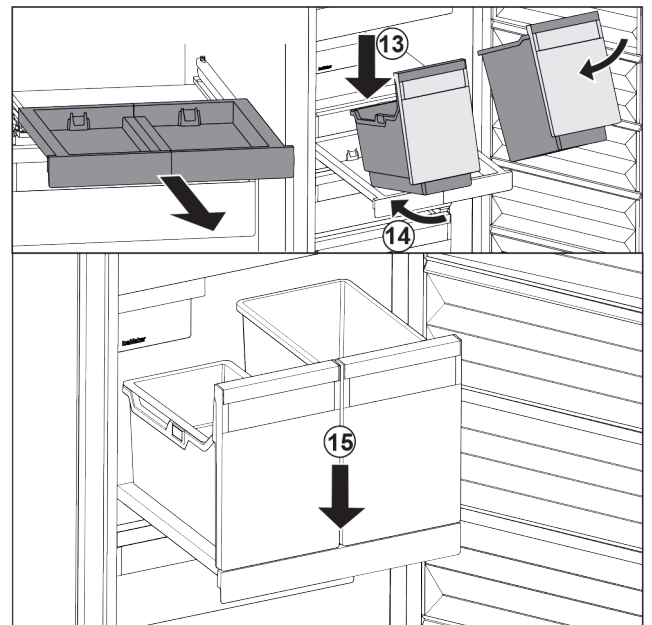

Fig. 110
- ▶ Așezați recipientele oblic pe raftul extractibil. Fig. 110 (13)
- ▶ Inșerați recipientul oblic spre partea posterioară. Fig. 110 (14)
- ▶ Depuneți recipientul în față. Fig. 110 (15)